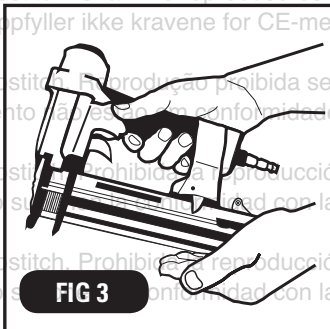

FIG 3
3. Push magazine forward. (Fig 3)
3. Repoussez le magasin en avant. (Fig 3)